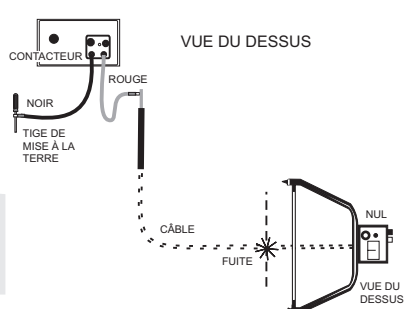

Figure 5. Récepteur de remise à zéro - Deuxième essai
*Remarque: Le récepteur indiquera une valeur nulle lorsque les sondes enjambent exactement la fuite. Marquez cet emplacement. (Voir la figure 5.)*